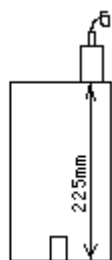

图 3-4-1
**准备：**首先将需使用的探头与仪器连接，将探头放置在试块上，如图 3-4-1 所示
- ① 按 **参数** 键或右转旋钮到 **参数** 栏单击旋钮 进入参数列表，此时按照所选探头的相关参数依次输入。例：按   键或左右转动旋钮将光标移到 **探头频率** 栏按 **确认** 键或单击旋钮进入数字输入状态，使用   键或左右转动旋钮将数字输入，再按 **确认** 或单击旋钮。依照上述步骤，将其它数据依次输入。参数输入完毕后按 **参数** 或右转旋钮移动光标到  **退出** 栏按确认键或单击旋钮退出参数列表
- ② 按 **自动调校** 热键或右转旋到 **自动调校** 栏后单击旋钮，进入自动校准功能，此时，回波显示区的右上角显示“自动校准”的字样。并且依次滚动出下面的相关校准参数：